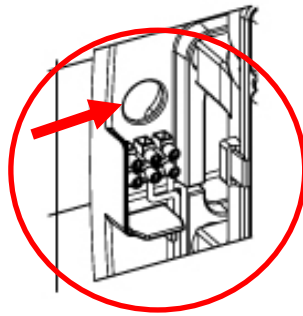

Abbildung 5
- Führen Sie die Stromkabel des Netzanschlusses durch das Loch mit dem 0.87" Durchmesser (22 mm), das sich über der Klemmleiste des Geräts befindet (Abb. 5).